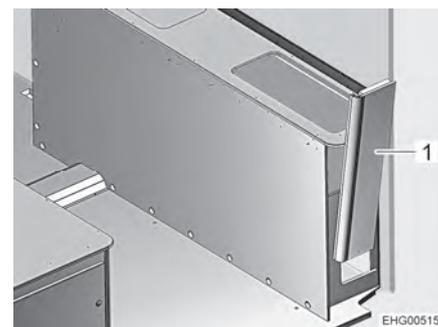

Fig. 122 Cassone letto a destra, pannello laterale
- Rimuovere il pannello laterale (Fig. 122,1) verso l'alto scuotendolo leggermente.